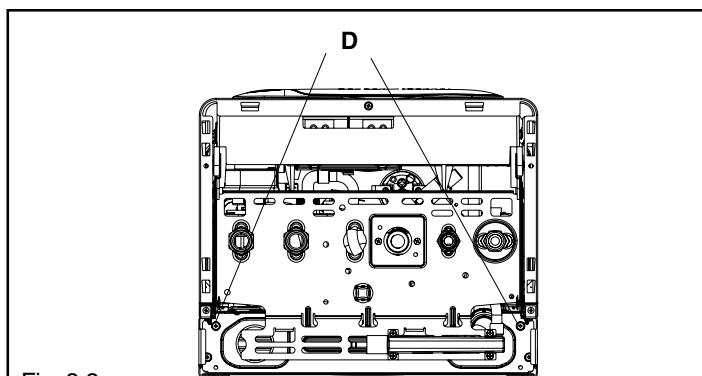

Fig. 3.3
- togliere il mantello svitando le viti di fissaggio (D) (fig. 3.3)